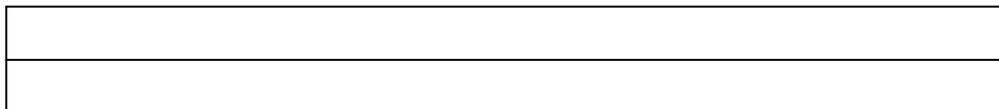

Figure 3 : Diodes en conduction.
- 2) Compléter le tableau à 2 lignes de la Figure 3, en plaçant sur la première ligne les diodes qui conduisent parmi les diodes à cathode commune et sur la deuxième ligne les diodes qui conduisent parmi les diodes à anodes communes, en fonction de la phase $\theta = \omega.t$.